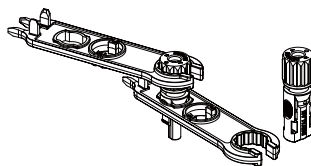

Рис. 3.5. Разъём с навинченной гайкой
- в) Вставьте контакт в корпус разъёма и навинтите гайку (рис. 3.5).